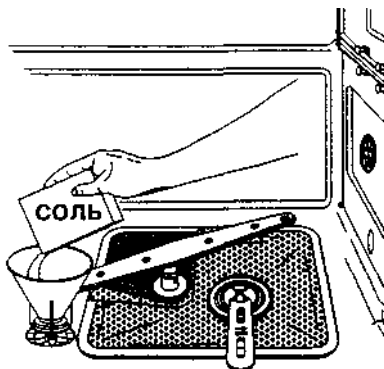

Рис. 6
- Пользуйтесь соответствующей воронкой, которую найдете внутри машины на отверстии емкости для соли (рис. 6)